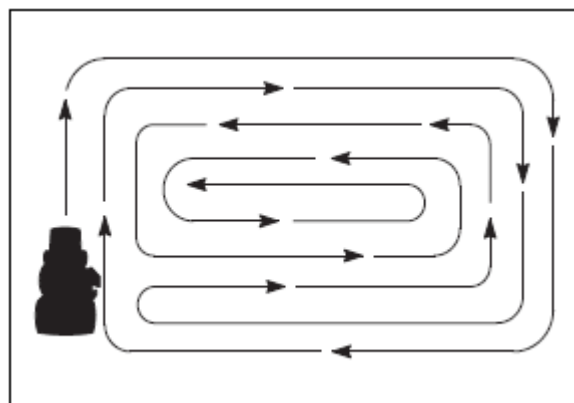

Рис. 18
8. При обработке крупных участков поворачивайте вправо, чтобы скошенная трава не попадала на кустарники, ограду, тротуары и т.д. Через один или два круга выполните стрижку в обратном направлении, поворачивая влево (рис. 18).